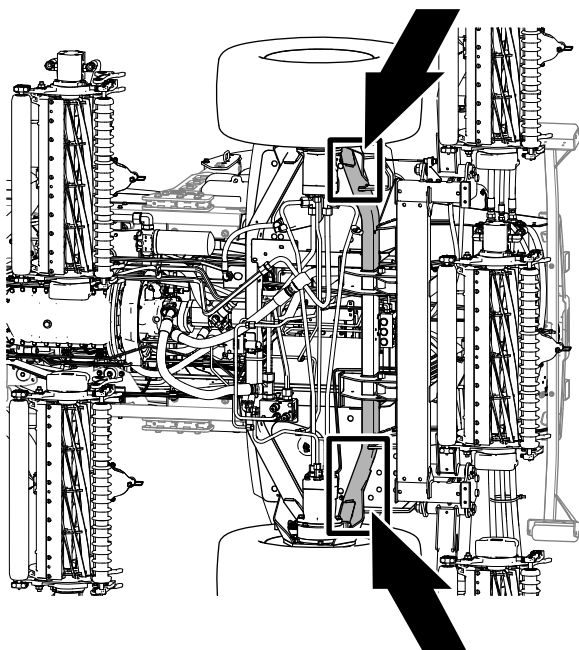

Bild 99
- Vorne an der Maschine: Am Maschinenrahmen vor den Radantriebsmotoren (Bild 99).